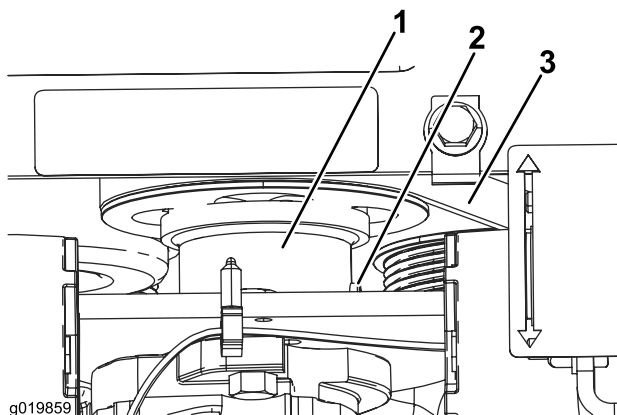

Figura 52
5. Afloje el tornillo de fijación del acoplamiento de transmisión de la bomba (Figura 52).
6. Baje el acoplamiento para separarlo de la polea (Figura 52).